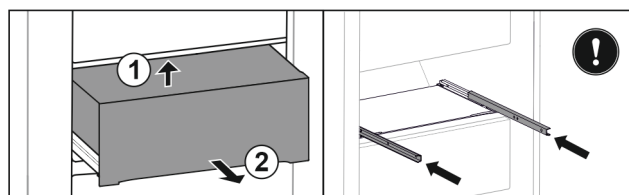

Fig. 121
- ▶ Soulever le tiroir à l'arrière par le bas. Fig. 121 (1)
- ▶ Retirer le tiroir par l'avant. Fig. 121 (2)